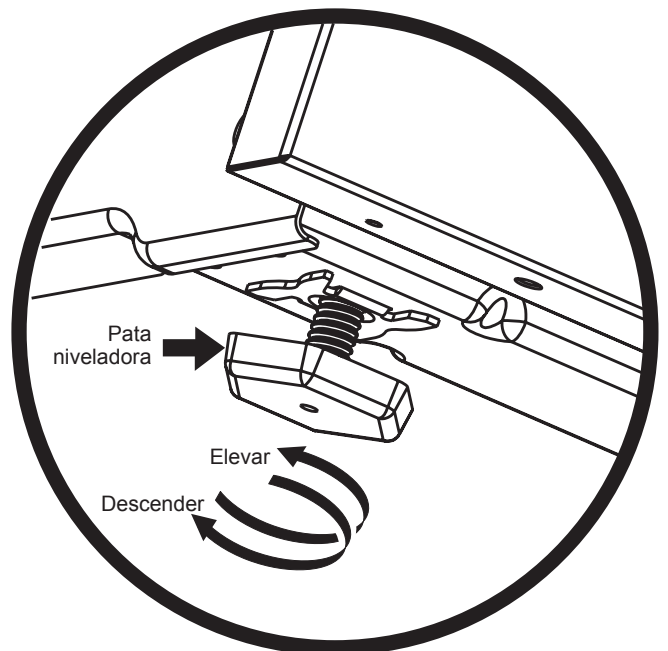

Figura 13: Ajuste de la altura del electrodoméstico
3. Si es necesario, nivele la cocina ajustando las cuatro patas niveladoras con una llave inglesa (Figura 13).